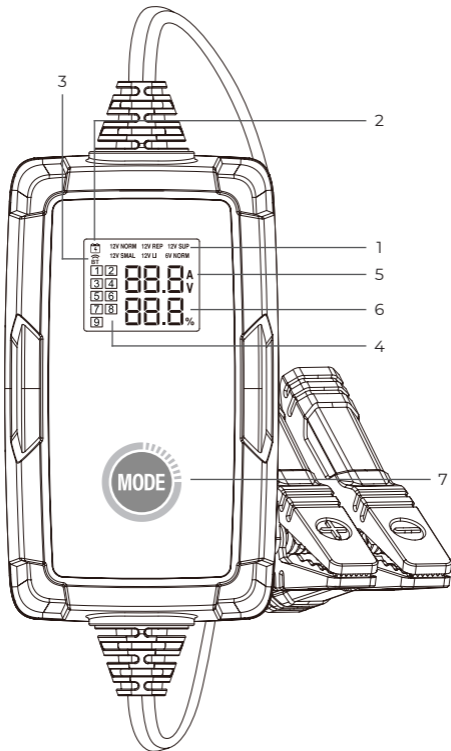

Figure 2.1.1
1. 6 modes de charge de la batterie : En mode autonome, le TB6000Pro vous propose 6 modes différents : Norme 12V/6A, Norme 6V/3A, Petit 12V/3A, Batterie lithium-ion 12V/6A, Réparation 12V/1A, Alimentation 12V/6A. (Voir figure 2.1.1) Une fois le chargeur connecté au téléphone via BT, vous pouvez personnaliser le processus et les paramètres de charge. (Pour plus de détails, veuillez vous référer à la section 3)